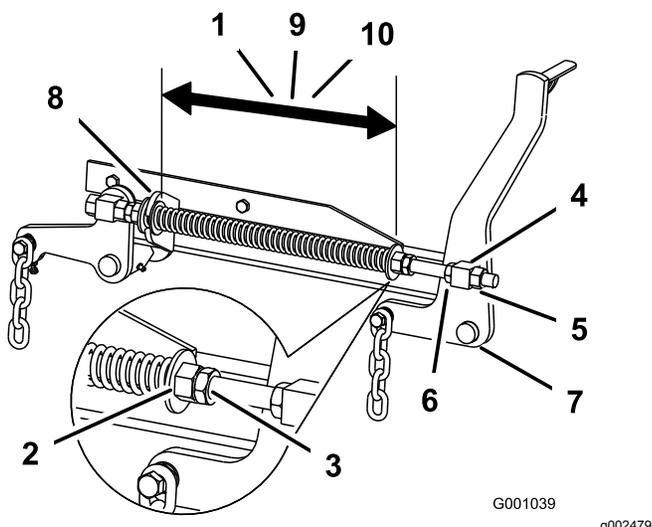

Figure 86
coupe de 132 cm, de 26,7 cm pour les plateaux de coupe de 152 cm ou de 29,2 cm pour les plateaux de coupe de 183 cm (Figure 86).
- Réglez cette distance en desserrant l'écrou de blocage du ressort et en tournant l'écrou devant chaque ressort (Figure 86).
- Bloquez l'écrou en position en serrant l'écrou de blocage du ressort (Figure 86).